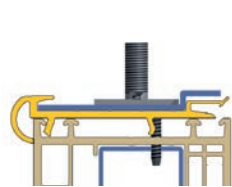

Bild 22
Schritt 1: Bei der Montage einer Statikkonsole/Statik-Lagerplatte ist auf dem Statikprofil zusätzlich eine Montageplatte befestigt (Bild 22 - 23). Nachdem Sie das Statikprofil mit dem Blendrahmen verschraubt haben (siehe Montage Statikprofil), positionieren Sie den Rollladenkasten so auf dem Blendrahmen, dass der Stift der Montageplatte durch das Langloch im Abrollprofil hervorsteht (Bild 24). Öffnen Sie den Revisionsdeckel (Seite 05).